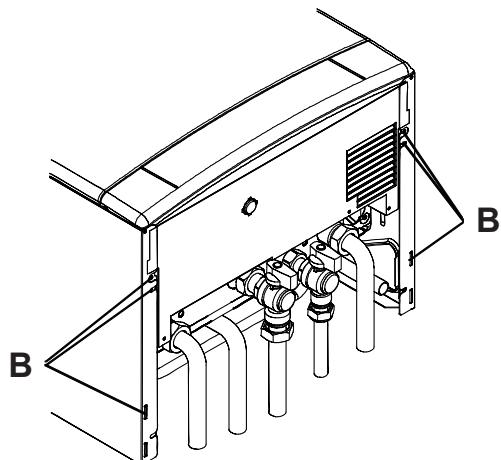

рисунок 9.2
- Ослабьте винты В. Вытащите нижние части панелей из котла и приподнимите их, освободив от верхних крючков (рисунок 9.2).